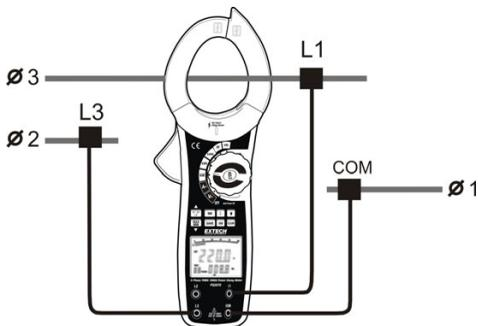

Figure 10
Relier le multimètre comme illustré à la Figure 10.
1. Insérez le rouge (L1) et bleu (L3) Fils d'essai dans la L1, L3 mètre d'entrée terminaux et connecter ces à 2 phases distinctes du circuit testé comme illustré à la Figure 10.
2. Branchez l'appareil tel qu'illustré dans la Fig. 7 (3P4W) ou Fig. 10 (3P3W)
2. Branchez l'appareil tel qu'illustré dans la Fig. 7 (3P4W) ou Fig. 10 (3P3W). Pour les connexions trois phases.